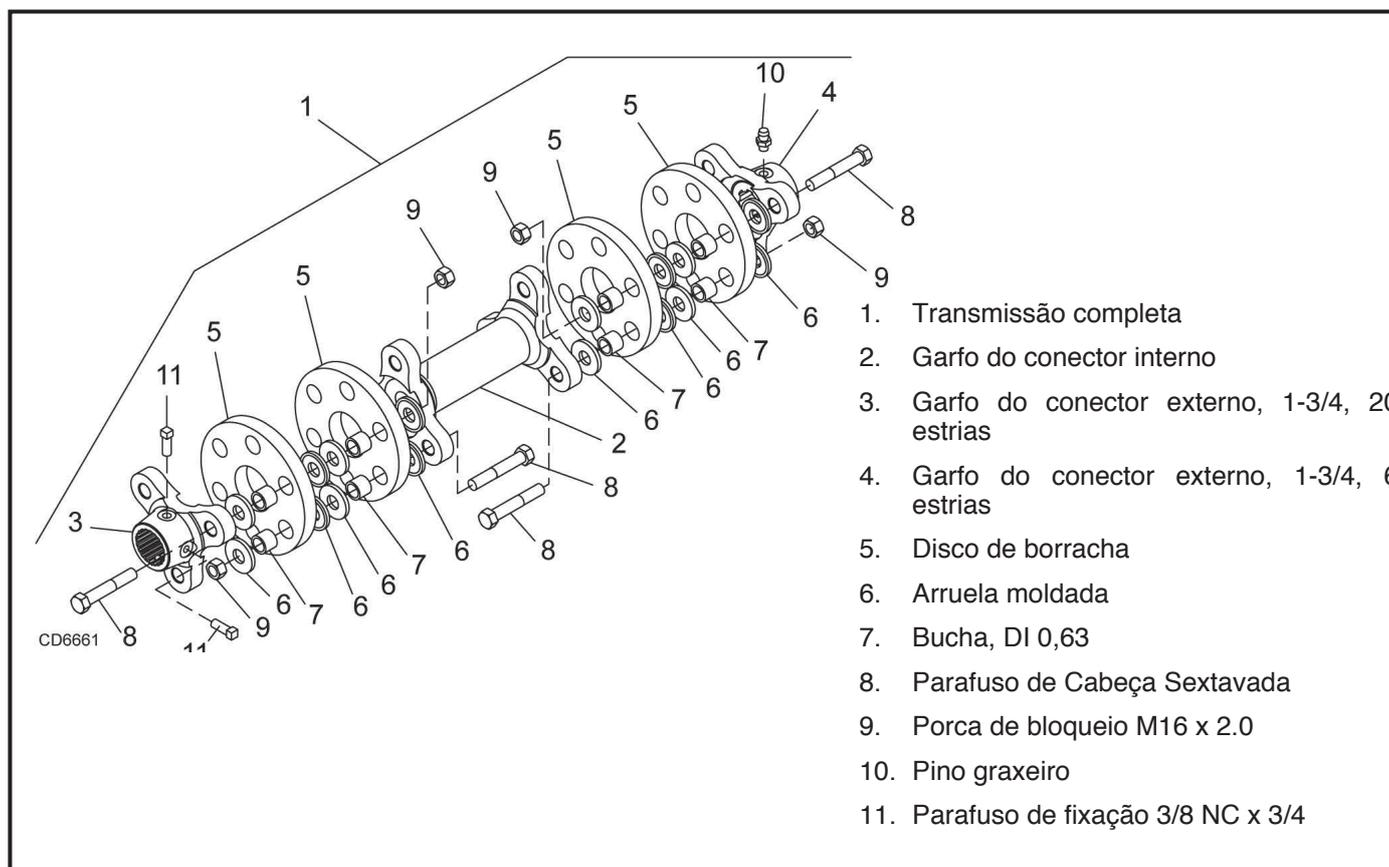

Figura 16. Acoplamento flexível
Para substituir os discos remova os itens (6, 7, 8 e 9). Remova as luvas (7) do disco velho e instale no disco novo. Volte a montar e aperte os parafusos com o torque de 85 lb.ft (115 N.m). Veja a Figura 16. Tenha especial cuidado para não mudar o eixo da caixa de transmissão e desbalancear as lâminas. Se os discos de borracha falharem e as lâminas estiverem batendo, você precisará repetir o sincronismo das lâminas de acordo com as instruções da página 34.